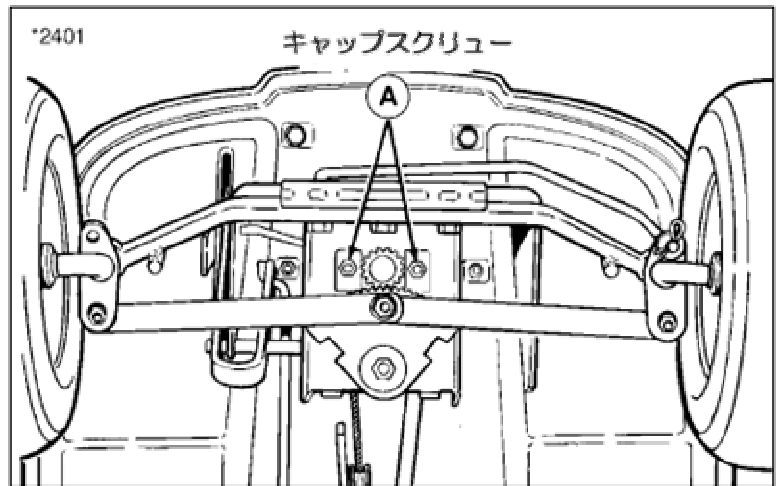

図 23 ステアリングギアの調節
1. 図 23 のように、ギアの歯車が噛合うようにする為、2つのキャップスクリューとプッシュブラケットを緩めます。